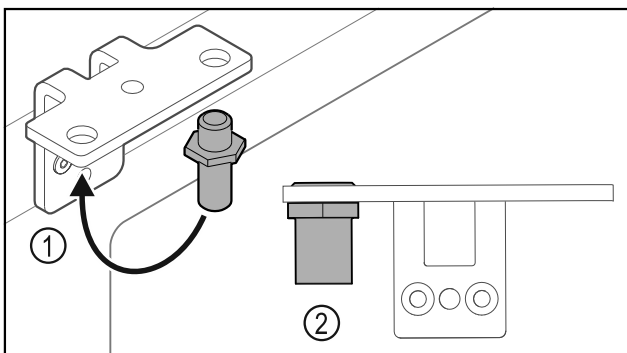

Fig. 31
- ▶ Premjestite svornjake Fig. 31 (1) u kutnim šarkama.
- ▶ Pritegnite svornjake Fig. 31 (2) okretnim momentom od 12 Nm.